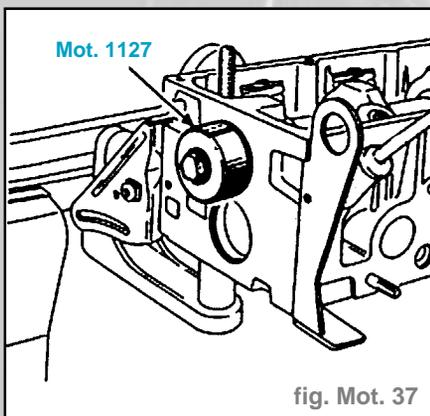

fig. Mot. 37
- Reposer le joint d'étanchéité, utiliser la bague de montage **MOT 1127**, cet outil est conçu pour obtenir un décalage de la portée du joint (fig. Mot. 37)